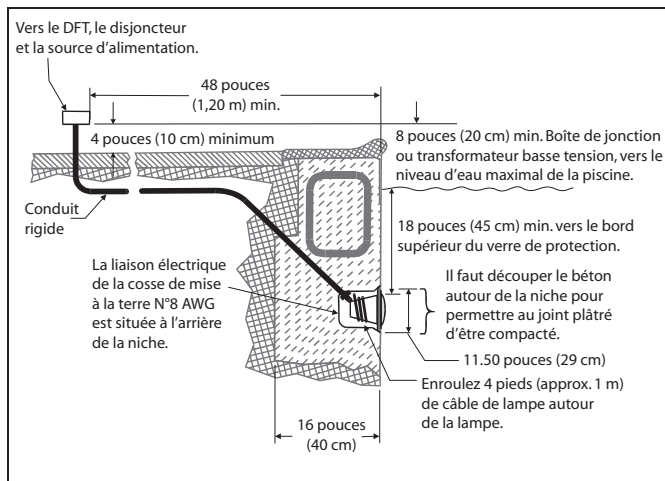
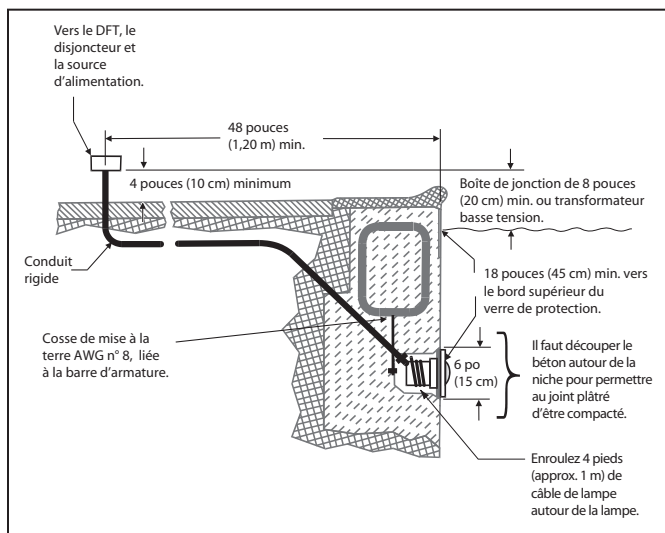

Figure 1. Installation d'une lampe blanche de piscine Jandy
Figure 2. Installation d'une lampe blanche de spa Jandy
REMARQUE : L'électricien doit compléter les étapes préparatoires avant d'installer la lampe ; voir la Figure 1 (ou la Figure 2 pour le spa).
- La boîte de jonction (ou le transformateur basse tension pour les modèles 12 Volts) doit se trouver à au moins huit (8) pouces (20 cm) au-dessus du niveau de l'eau, à au moins quatre (4) pouces (10 cm) au-dessus du niveau du sol et du deck de piscine et à au moins quatre (4) pieds (90 cm) du bord de la piscine ou du spa ; voir la Figure 1 pour les piscines et la Figure 2 pour les spas.
- La lampe et tous les composants métalliques qui se trouvent dans un rayon de cinq (5) pieds (1,5 m) de la piscine ou du spa doivent être correctement mis à la terre électriquement et ce, à un point de terre fiable.
- La niche immergée doit être installée correctement de manière à ce que le bord supérieur du verre de protection de la lampe immergée soit situé à au moins 18 pouces (45 cm) sous le niveau de l'eau de la piscine ou du spa. Voir la Figure 1 ou 2.
- La niche immergée doit être correctement reliée à la terre via une cosse de mise à la terre No. 8 AWG située à l'arrière de la niche. Voir la Figure 1 ou 2.
1. Faites passer le câble dans le conduit vers la boîte de jonction, en laissant au moins quatre pieds (122 cm) de câble enroulé autour de la lampe. Voir la Figure 1 (ou la Figure 2 pour le spa). Ces quatre (4) pieds (122 cm) de câble permettront l'entretien de la lampe après le remplissage du spa ou de la piscine.
2. Coupez le câble au niveau de la boîte de jonction, en laissant environ six (6) pouces (15 cm) de câble pour les connexions.
3. Dénudez six (6) pouces (15 cm) du câble pour exposer les trois fils isolés. *Attention de ne pas endommager les isolants des trois (3) fils qui sont à l'intérieur du câble.*
4. Installez le serre-câble sur la gaine de câble et connectez les trois (3) fils aux fils du circuit correspondants dans la boîte de jonction. Installez le couvercle de la boîte de jonction.
2. La boîte de jonction (ou bien, pour les modèles de 12 volts, le transformateur basse tension) doit être située à au moins 8 pouces (20 cm) au dessus du niveau de l'eau, à au moins 4 pouces (10 cm) au-dessus du niveau du sol ou du bord de la piscine, et à au moins 48 pouces (122 cm) du rebord de la piscine ou du spa. Voir la Figure 1 (ou la Figure 2 pour le spa).
3. La lampe et tous les composants métalliques qui se trouvent dans un rayon de cinq (5) pieds (1,5 m) de la piscine ou du spa doivent être correctement mis à la terre électriquement et ce, à un point de terre fiable.
4. La niche immergée doit être installée correctement de manière à ce que le bord supérieur du verre de protection de la lampe immergée soit situé à au moins 18 pouces (45 cm) sous le niveau de l'eau de la piscine ou du spa. Voir la Figure 1 (ou la Figure 2 pour le spa).
5. La niche immergée doit être correctement reliée à la terre via une cosse de mise à la terre No. 8 AWG située à l'arrière de la niche. Voir la Figure 1 (ou la Figure 2, pour le spa).
5. Laissez au moins 4 pieds (122 cm) de câble à enrouler autour de la lampe ; voir la Figure 1 (ou la Figure 2 pour le spa). Cela permettra d'assurer l'entretien de la lampe quand le spa ou la piscine sera rempli d'eau.
6. Coupez le câble au niveau de la boîte de jonction, en laissant au moins six (6) pouces (15 cm) de câble pour faire les connexions.
7. Dénudez le câble sur six (6) pouces (15 cm) pour exposer les trois fils internes isolés. Prenez garde de ne pas abîmer l'isolant des 3 fils intérieurs.